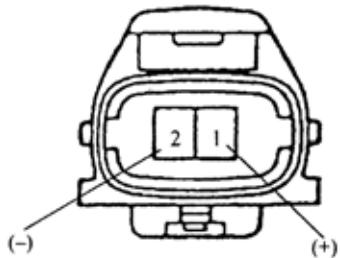

图 9-257
(1) 检查 TVSS 报警器，如图 9-257 所示。将蓄电池正极(+)导线和负极(-)导线分别连接到报警器连接器的端子 1 和 2 上，检查 TVSS 报警器报警，其标准应符合表 9-118 所示要求。